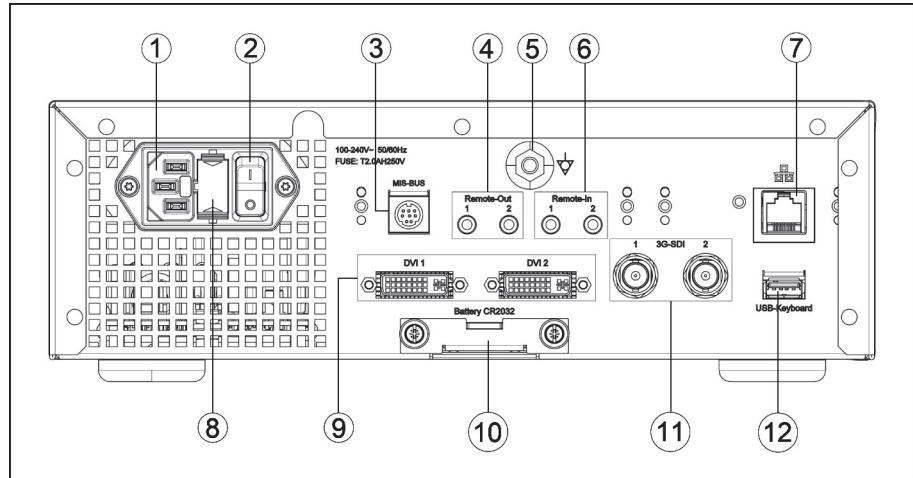

Figura 1-2: Vista posterior de la unidad de control de la cámara.
**Leyenda de la figura 1-2**
- ❶ Base de enchufe
- ❷ Interruptor principal de alimentación eléctrica
- ❸ MIS-Bus (MIS-BUS)
- ❹ Conexión para dispositivo de grabación (Remote-Out)
- ❺ Conector para conexión equipotencial
- ❻ Conexión para pedal (Remote-In)
- ❼ Interfaz para servicio técnico (revestida)
- ❽ Portafusibles
- ❾ 2 salidas DVI (DVI 1 / DVI 2)
- ❿ Compartimento de la batería (Battery CR2032)